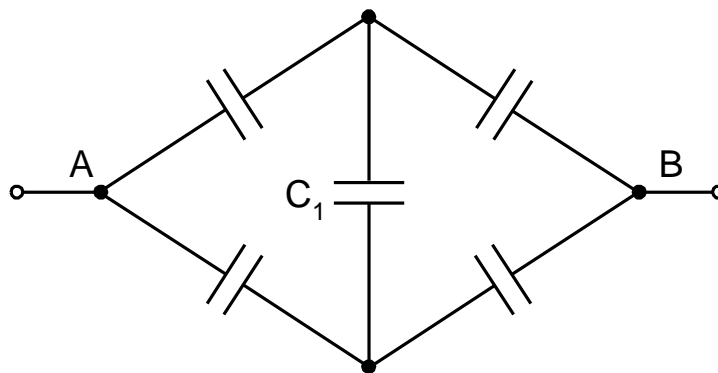

Рис.4
24. На систему конденсаторів подають напругу 2 кВ. Чотири з них мають ємність 500 пкФ, середній 1 мкФ. Обчисліть заряд кожного з конденсаторів і енергію усієї системи. (Рис.4.)